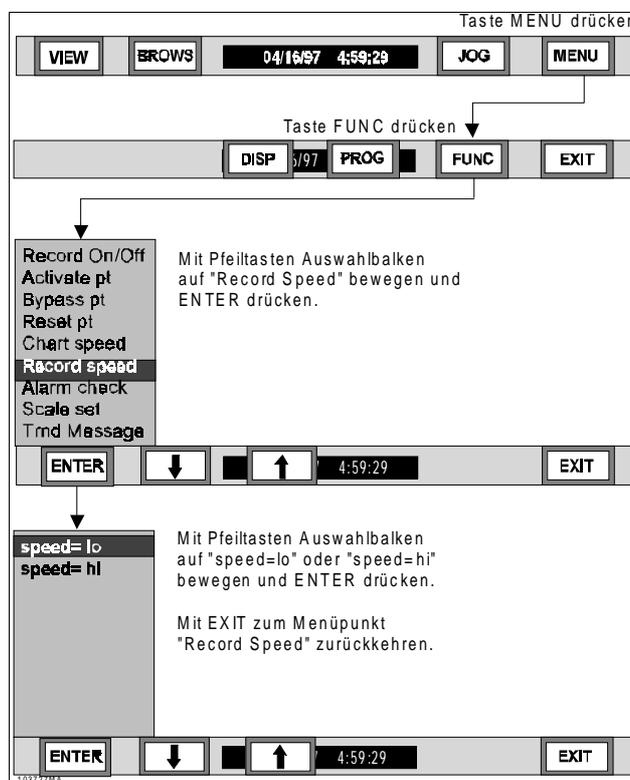

Bild 3-37 Ablaufdiagramm Auswahl Datensicherungsrate
F. Datensicherungsrate – Der Menüpunkt "Record Speed" erlaubt die Auswahl zwischen schneller und langsamer Datensicherungsrate. Beide Größen können im Parametrieremenü, Untermenü "Record Setup – Record Speed" ("Aufzeichnung – Datensicherungsrate"; siehe Kapitel 4) bestimmt werden. Alternativ kann ein externes Ereignis ein Umschalten auslösen (siehe Kapitel 4). Zum Umschalten der Datensicherungsrate siehe Bild 3-37 und die folgenden Anweisungsschritte: